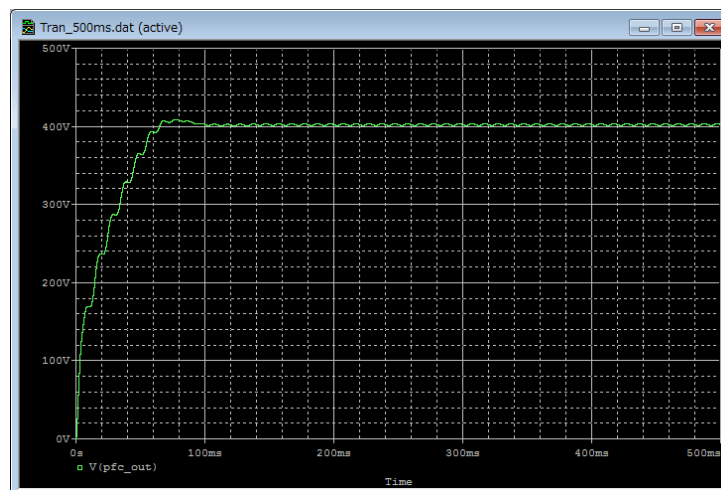

図 5.7 結果波形表示 (例 : PFC 出力電圧波形)
- (3) 選択後、「OK」をクリックすることで結果波形が表示されます。(図 5.7)